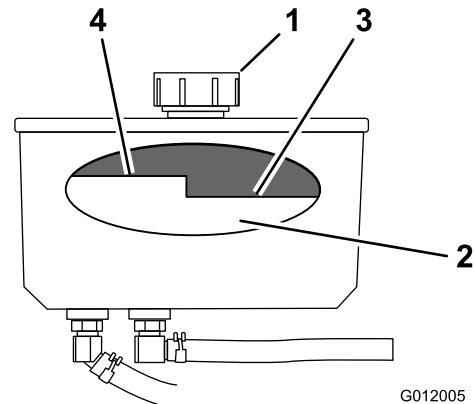

Figura 81
4. Limpie alrededor del cuello de llenado y el tapón del depósito de aceite hidráulico (Figura 81).
5. Retire el tapón del cuello de llenado (Figura 81).
Nota: El nivel de aceite debe estar por debajo del nivel caliente del tabique cuando el aceite está caliente (Figura 81).